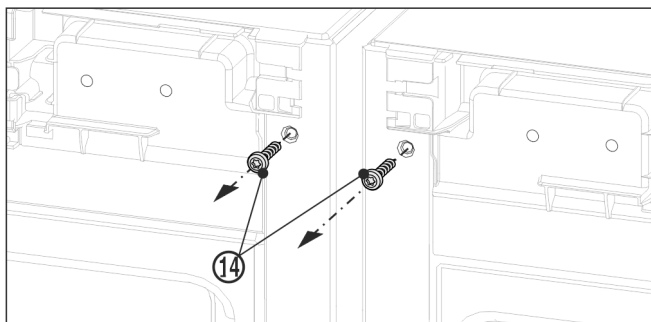

Fig. 11
- Vor der Montage des oberen Winkels beide Erdungsschrauben Fig. 11 (14) herausdrehen.